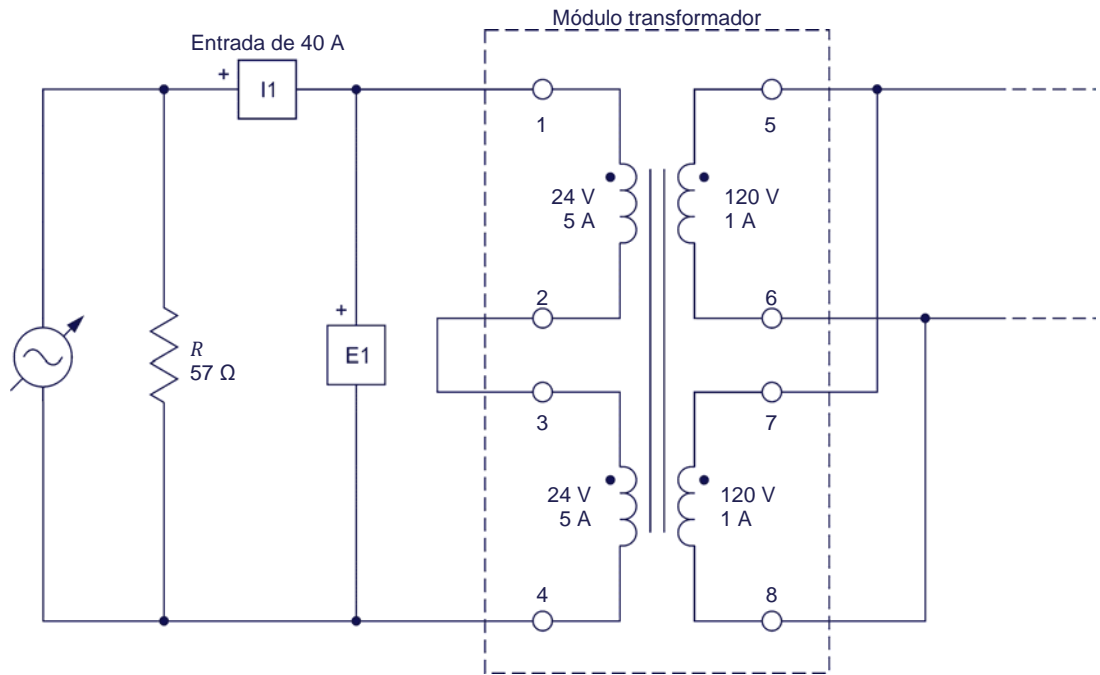

Figura 33. Transformador elevador sin carga.
6. Conecte el equipo como se muestra en la figura 33. En este circuito, los dos arrollamientos primarios de 24 V del módulo Transformador están conectados en serie para formar un arrollamiento primario de 48 V y 5 A nominales. Asimismo, los dos arrollamientos secundarios de 120 V están conectados en paralelo para formar un arrollamiento secundario de 120 V y 2 A nominales. Estas características nominales son para una frecuencia de operación de 50 Hz o de 60 Hz.
La carga resistiva del circuito de la figura 33 se utiliza para mejorar el aspecto de las formas de onda de tensión. Debido a que la carga resistiva está conectada en paralelo con la fuente de alimentación ca, esto no tiene ningún efecto en las tensiones medidas.